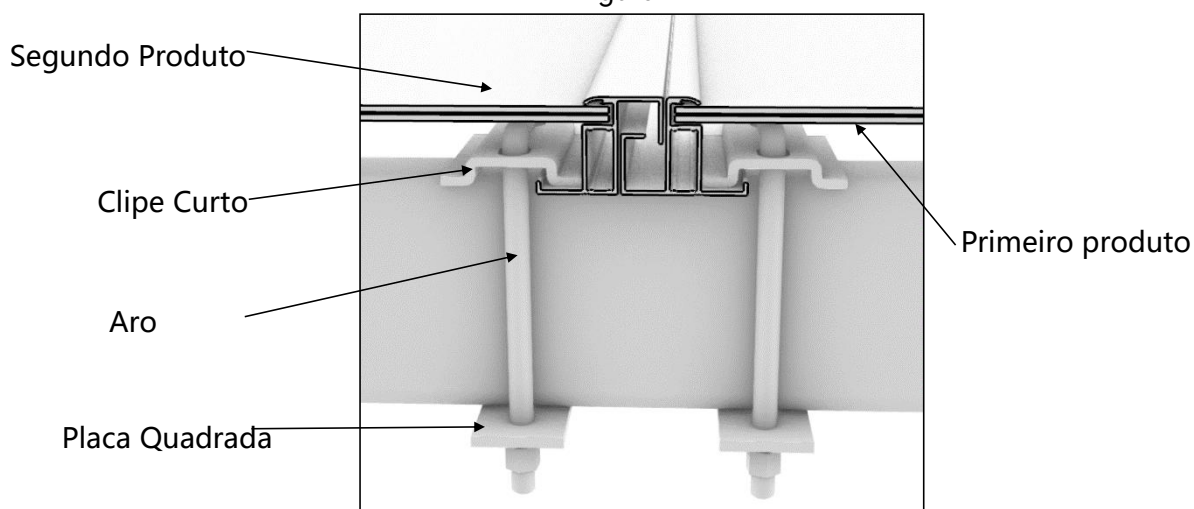

Figura 18
- ⑧ Instale os conjuntos de fixação superiores no lado superior direito do segundo produto, conforme mostrado na vista em corte da Figura 18;